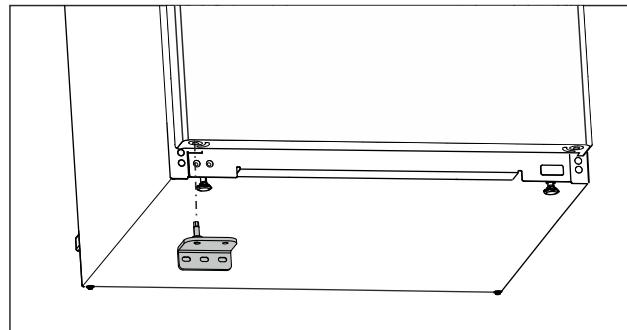

Fig. 20
- Ievietojet apakšējo gultņa balstu pretējā pusē. (skat. Fig. 20)